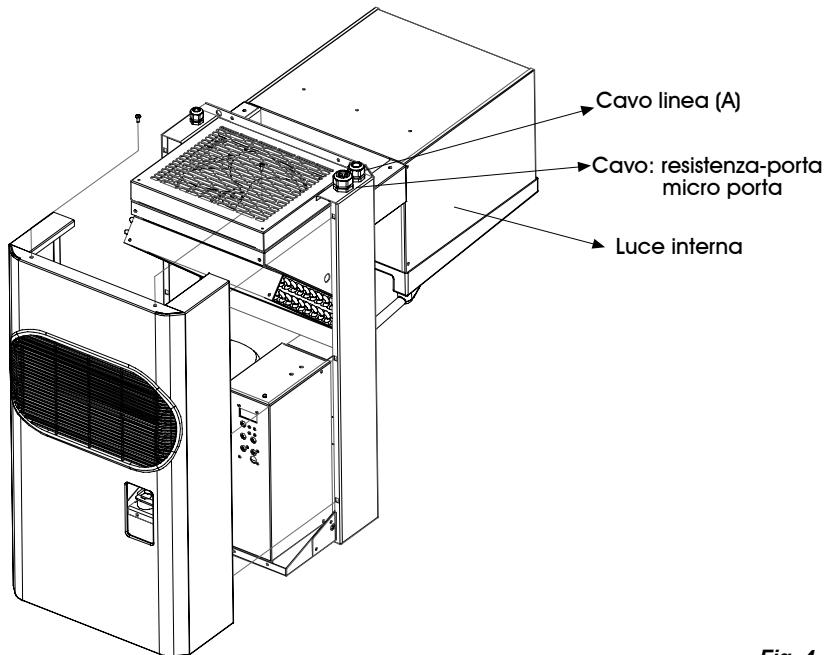

Fig. 4
E' necessario prima del posizionamento dell' unità eseguire i tagli ed i fori sulla cella come da fig.1 . Fissare le unità con le apposite viti (fig.4).
- 3) Per accedere al quadro elettrico è necessario togliere il frontale della macchina (fig.4).